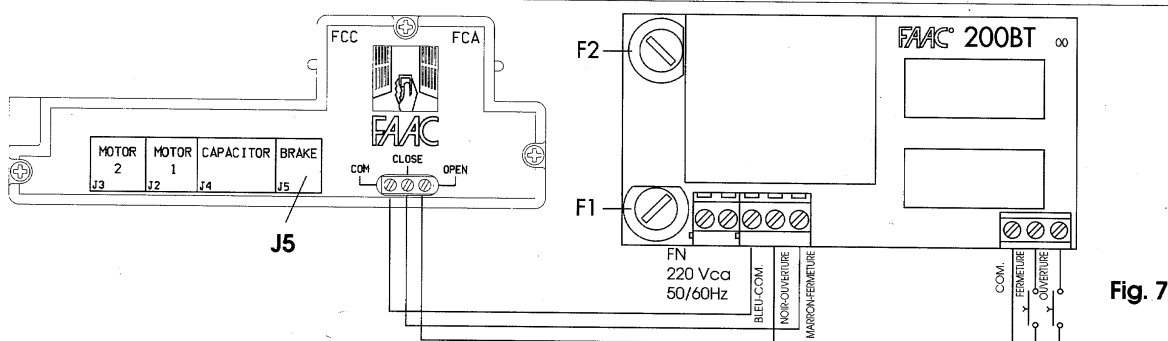

Fig. 7
- Introduire la clef hexagonale ② dans l'électrofrein ④.
- Assembler l'électrofrein ④ sur la calotte ① du moteur électrique à l'aide des vis ⑤ et des écrous ③.
- Assembler la poignée de déblocage ⑧ en veillant à visser à le régulateur ⑥ à fond.
- Tirer le câble et serrer énergiquement l'étau ⑦.
- Introduire le connecteur ⑨ de l'électrofrein dans la position **BRAKE J5 (fig. 7)** en cassant la languette en plastique du support du fin de course.